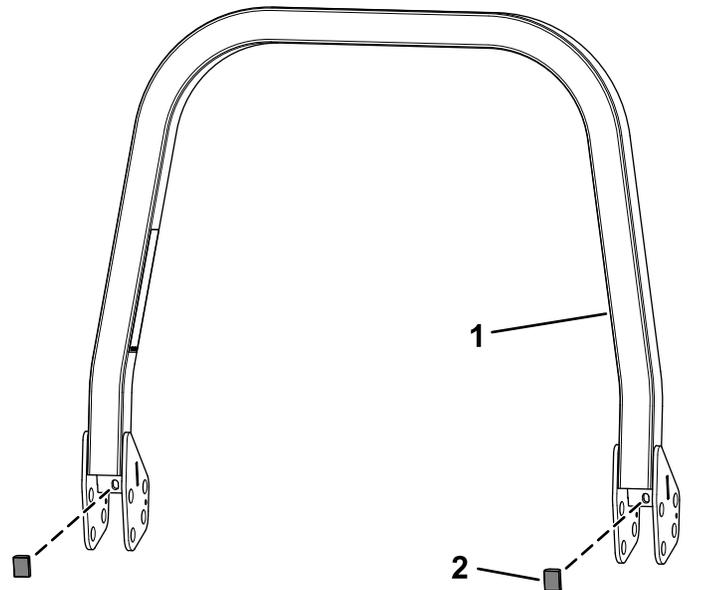

**Рисунок 3**
1. Прикрепите, не затягивая, узлы нижних защитных дуг к газонокосилке с помощью 2 болтов с шестигранными головками (½ x ¾ дюйма), 2 пружинных шайб и 2 контргаек (½ дюйма) с каждой стороны (Рисунок 3).